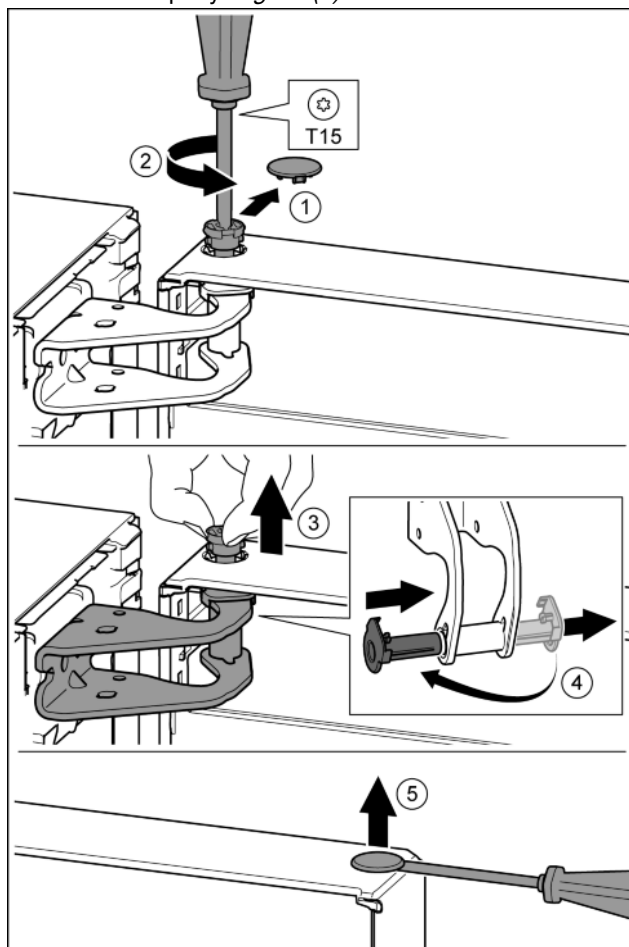

Fig. 11
- Осторожно снять предохранительную крышку. Fig. 11 (1)
- Немного выкрутить палец отвёрткой T15. Fig. 11 (2)
- Удерживать дверь и вытянуть палец рукой. Fig. 11 (3)
- Опорную втулку вывести из направляющей. Установить и зафиксировать с другой стороны. Fig. 11 (4)
- Осторожно приподнять шлицевой отвёрткой заглушку из опорной втулки двери и вынуть. Fig. 11 (5)